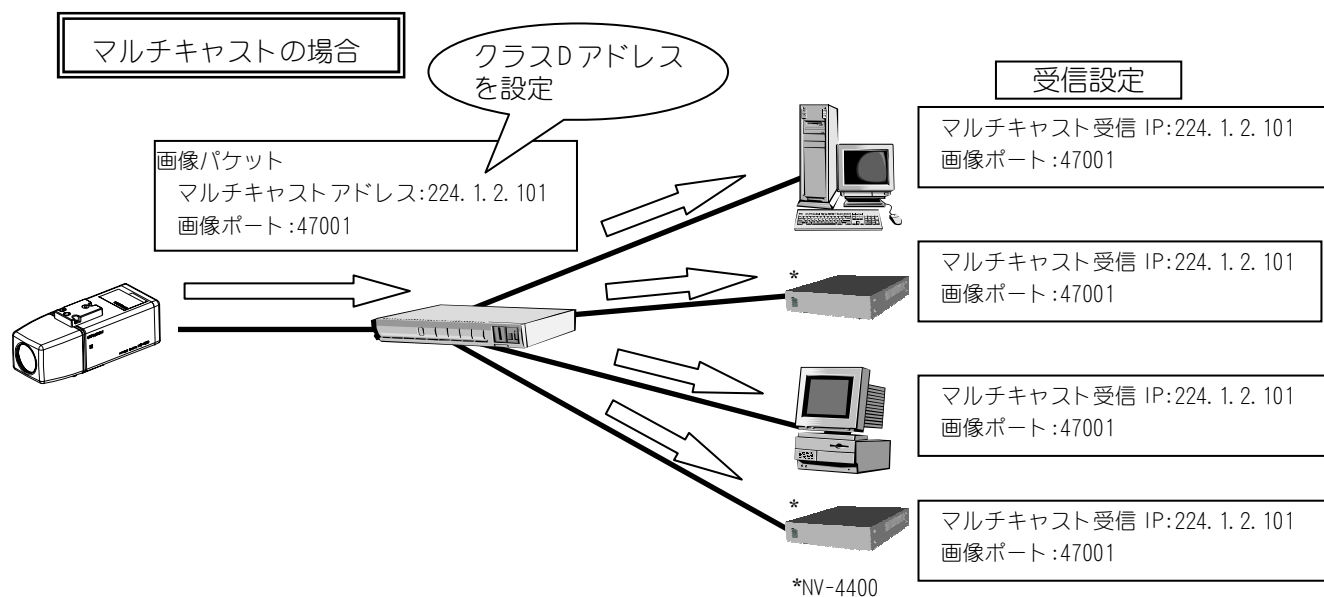

図 9-4 マルチキャストアドレス 画像ポートについて
- (1) マルチキャストアドレスは、RTP/UDP/IP プロトコルで画像配信される際の宛先 IP アドレスです。
- (2) マルチキャストアドレスにクラスD の IP アドレスを指定するとマルチキャスト配信が行えます。
- (3) マルチキャストアドレスに受信側機器の IP アドレスを指定すると RTP/UDP/IP プロトコルによるユニキャスト画像配信も行えます。
- (4) 画像ポートは、画像データを通信するためのポートです。1024～65535 の範囲で設定できます。
- (5) 図 9-4 にその該略図を示します。